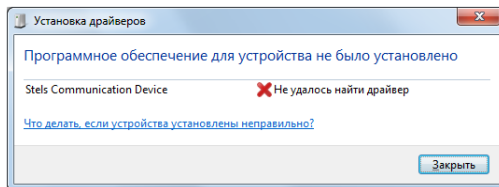

Рис. 5.2. Окно *Установка драйверов*
- Щелкните по уведомлению левой кнопкой мыши и в открывшемся окне *Установка драйверов* нажмите кнопку *Заккрыть* (рис. 5.2).